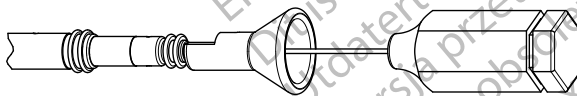

Figure 2. Insérer le mandrin
3. Introduire le mandrin choisi dans la broche terminale ou dans le guide mandrin le cas échéant (Figure 2 Insérer le mandrin en page 14).